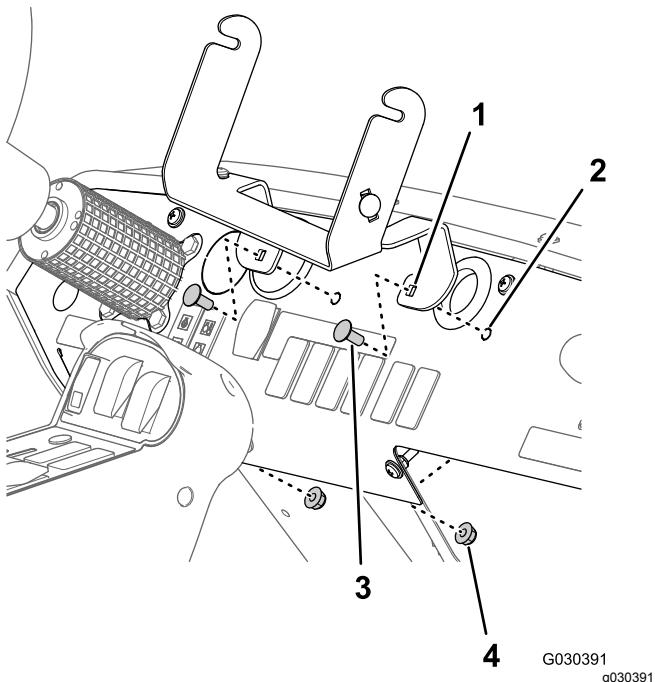

Figura 7
6. Retire los 2 pernos de cuello cuadrado (5/16" x 3/4") y las 2 contratuerca con arandela prensada (5/16") que sujetan el soporte de sujeción al panel del salpicadero y retire el soporte de la máquina (Figura 7).